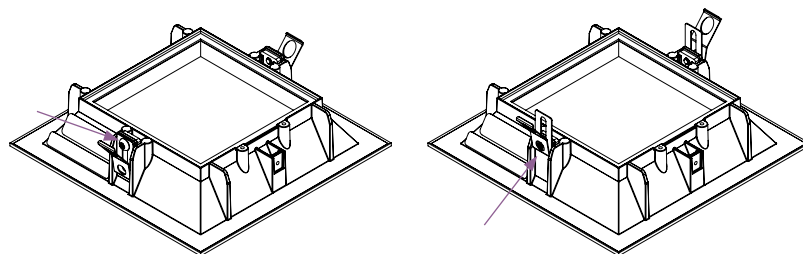

fig. 12
- Resserrez la vis (voir la fig. 12).